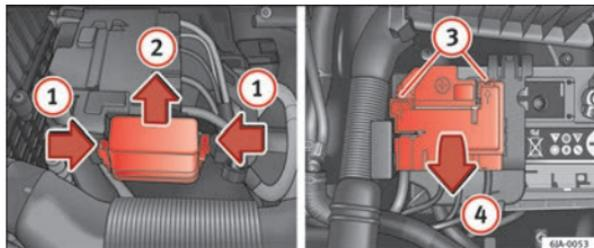

Fig. 149 Bateria: tampa de fusíveis (variante 1)
- Pressione simultaneamente as linguetas flexíveis da cobertura de fusíveis na direcção das setas ① ⇒ Fig. 149.
- Remova a tampa deslizando-a no sentido da seta ②.
- Com uma chave de fendas plana, desbloqueie os trincos nos orifícios ③.
- Abra a tampa no sentido da seta ④.